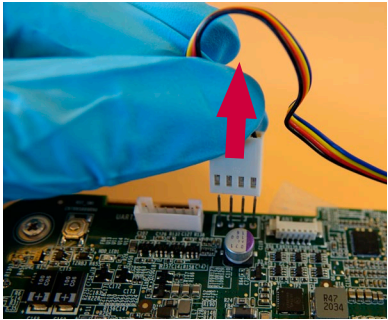

Figura 28: Desconexión del cable del ventilador
a) Desconecte el conector del ventilador (Figura 28)
- g) **Conecte el cable del ventilador (véase la Figura 12 y la Figura 28)**